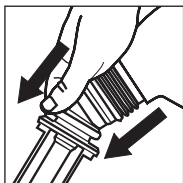

Figure 25
(Ilustración 25)
- Compress mini-bellows and open lever to allow the flow of gasoline. (See Figure 25)
- Comprima los mini fuelles y abra la palanca para que comience a fluir gasolina. (Vea la ilustración 25)